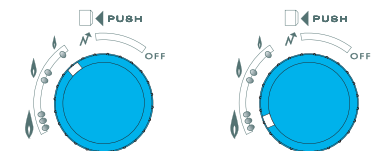

рис. 11
- Данный водонагреватель с автоматической регулировкой мощности оборудован системой, позволяющей пользователю установить ограничение максимальной мощности. Для этого установите регулятор (23) в положение между отметками "0" и "N" (рис. 11).